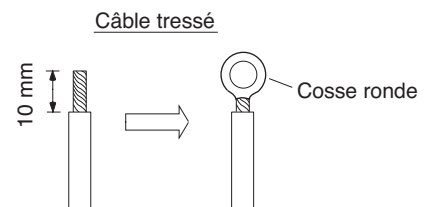

Fig. 28
- (1) Coupez l'extrémité du câble à l'aide d'une pince coupante, puis dénudez l'isolant pour mettre à jour le câble tressé sur environ 10 mm et serrez bien l'extrémité en la torsadant sur elle-même (Figs. 28 et 29).
- (2) En utilisant un tournevis, retirez la ou les vis des bornes sur le bornier.
- (3) En utilisant une pince à sertir ou une pince polyvalente, fixez fermement une cosse ronde sur chaque extrémité dénudée des câbles (Fig. 28).